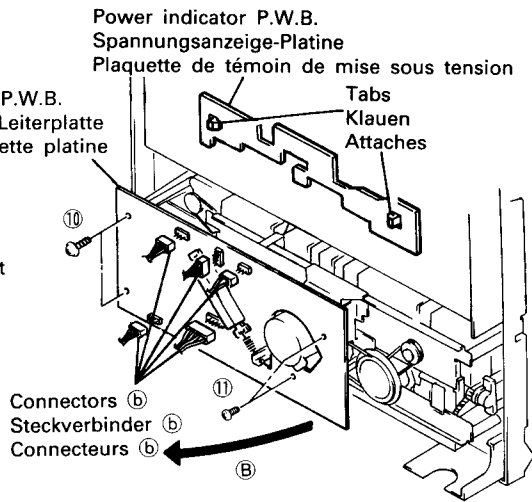

Fig. 4 Abb. 4
- Power indicator P.W.B. (Fig. 4)**
- Deck P.W.B. (Fig. 4, 5, 9)**
**7. Spannungsanzeige-Platine (Abb. 4)**
**8. Deck-Leiterplatte (Abb. 4, 5, 9)**
**7. Plaguette de témoin de mise sous tension (Fig. 4)**
**8. Plaguette platine (Fig. 4, 5 & 9)**